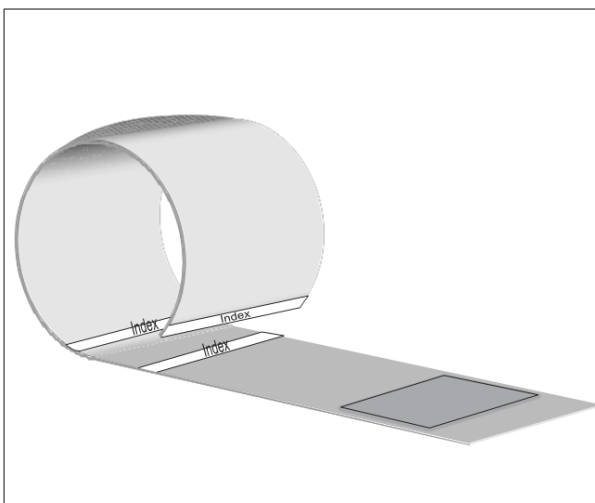

Fig. 4-2 Applicazione del bracciale
- la linea bianca tratteggiata sull'estremità del bracciale sia situata fra le due linee **Index** tratteggiate quando si chiude il bracciale (in caso contrario, selezionare un'altra misura di bracciale; vedere Fig. 4-2);